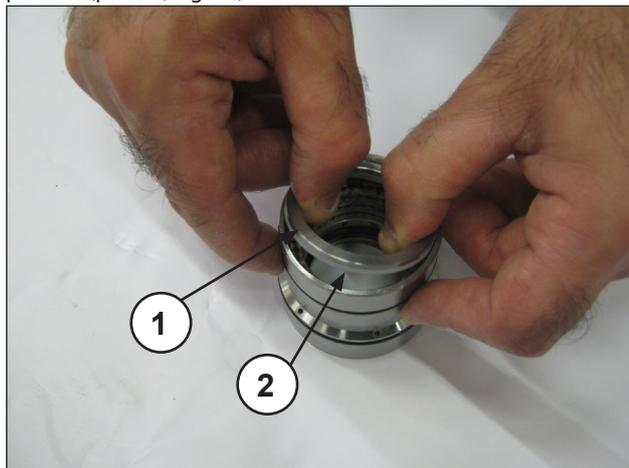
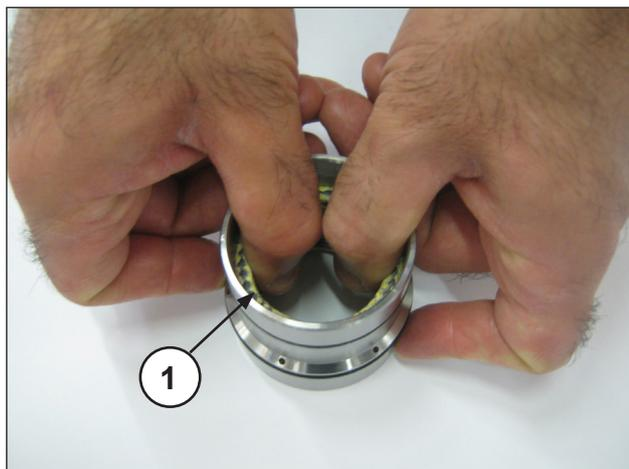

Fig. 31
Fig. 32
Separe o suporte das juntas da camisa, extraia o anel de mola e o anel raspador (pos. ①②, Fig. 31) para acessar as juntas de pressão (pos. ①, Fig. 32).